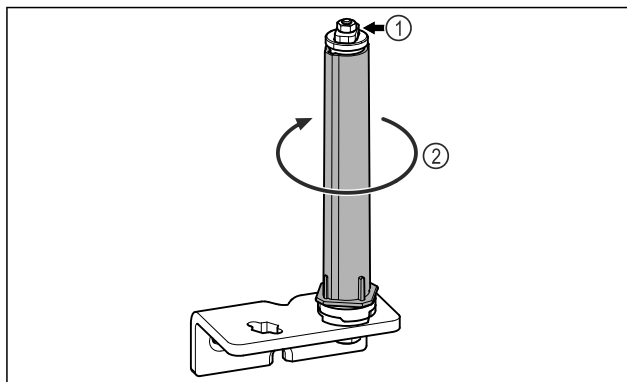

Fig. 21
- ▶ Не разглобявайте затварящата система на вратата Fig. 21 (1).
- ▶ Въртете затварящата система Fig. 21 (2), докато тя щракне.